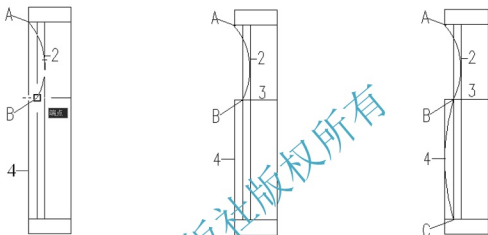

图 5.17 绘制“花瓶”第 1 段圆弧
(4) 重复【打断于点】命令, 从 2 线和 3 线相交处将 2 线断开。
(5) 选择菜单栏中的【绘图】|【圆弧】|【三点】命令, 启动三点画弧命令。
① 在指定圆弧的起点或 [圆心(C)]: 提示下, 捕捉如图 5.17 所示的 A 点作为圆弧的起点。
② 在指定圆弧的第二个点或 [圆心(C)/端点(E)]: 提示下, 捕捉 2 线的中点作为圆弧的第二个点。